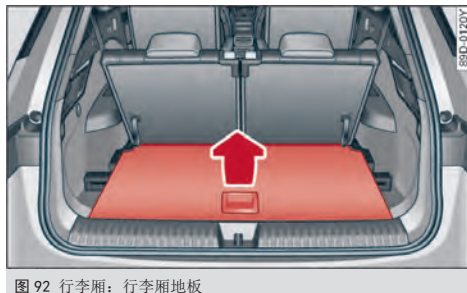

图 92 行李厢：行李厢地板
- ▶ 要打开行李厢地板时，请拉住把手⇒ 图 92(沿箭头方向)将行李厢地板向上翻。